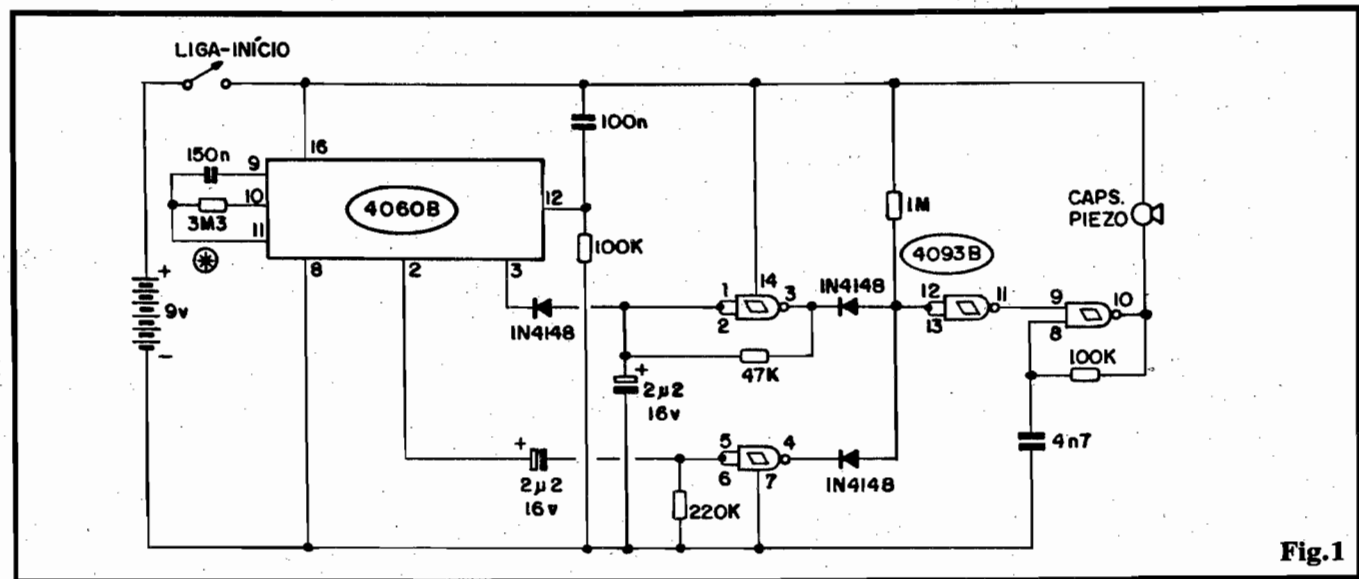

Fig.1
- FIG. 1 - O CIRCUITO - No núcleo do circuito temos um Integrado da "família" digital C.MOS (4060), contendo uma grande "fila" de contadores/divisores por 2 internos, além de alguns gates "sobrantes" (acessados via pinos 9-10-11) que podem formar um prático oscilador de clock a ser usado como referência básica de tempo para todo o sistema. Tal oscilador é estabelecido com a ajuda do resistor de 3M3 e capacitor de 150n, valores já dimensionados para os períodos desejados. Para que o início da contagem de tempo se dê sempre com o